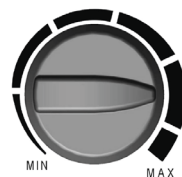

FIG. 4
- La température ambiante peut être réglée à l'aide du bouton de réglage (Fig. 4). Une fois la température préréglée atteinte, le thermostat coupe automatiquement les éléments